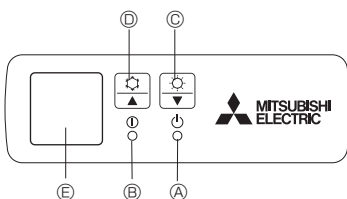

Fig. 5-1
[Fig. 5-1] ④ DEFROST/STAND BY (Huurteenpoisto/Lepotila) -merkkivalo
- ⑤ Toiminnan merkkivalo
- ③ Hätäkytkin (lämmitys)
- ② Hätäkytkin (jäähdytys)
- ① Vastaanotin